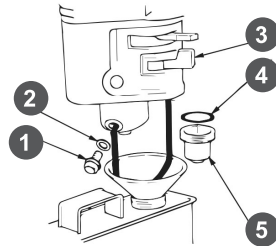

Рис. 23 Обслуживание фильтра-отстойника
1. Установите рычаг топливного крана 3 в положение «ЗАКРЫТО» (Рис. 23).
3. Открутите болт 1 сливного отверстия и слейте топливо из поплавковой камеры карбюратора (Рис. 23).
4. Открутите стакан отстойника 5, вылейте из него топливо в заранее подготовленную емкость (Рис. 23).
1. Слейте топливо из топливного бака и карбюратора (Рис. 23).